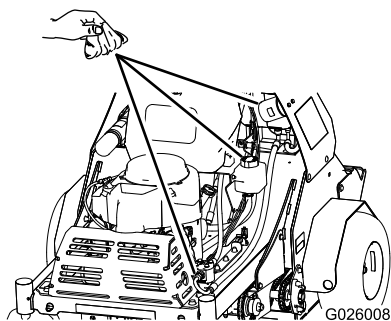

Figura 64
- Limpie cuidadosamente la zona alrededor de la parte delantera de la bomba auxiliar, el tapón de llenado del depósito y el filtro (Figura 64).